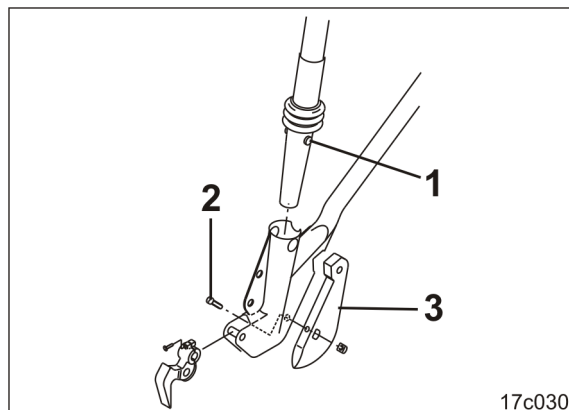

Fig. 234
1. Pressionar os botões (Fig. 234/1) do funil para dentro do corpo da relha.
3. Remover o parafuso (Fig. 234/2) (binário de aperto do parafuso 45 Nm).
4. Retirar a ponta da relha (Fig. 234/3) da ancoragem.